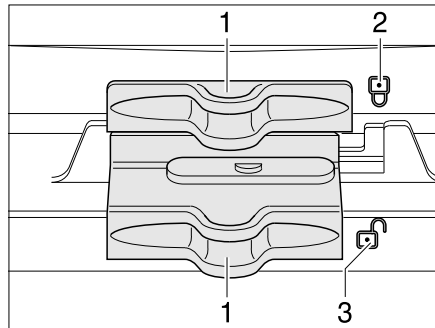

Bild 206 Verriegelung der Kühlschranktür/Frosterfachtür (Dometic 7er-Reihe mit separatem Frosterfach)
- Verriegelung (Bild 206,1) zur Seite schieben, so dass das offene Schloss "🔓" (Bild 206,3) sichtbar ist.
- Verriegelung (Bild 206,1) zur Seite schieben, so dass das geschlossene Schloss "🔒" (Bild 206,2) sichtbar ist.